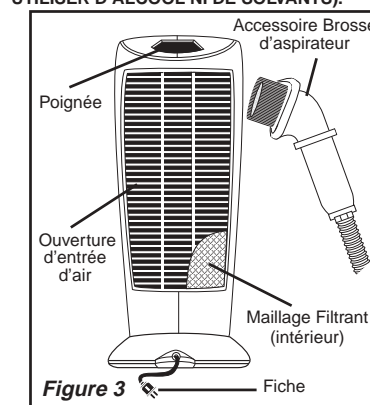

Figure 3
- Utiliser l'accessoire brosse d'un aspirateur sur la grille arrière de l'appareil pour enlever les peluches et la saleté du filtre intérieur. NE PAS ESSAYER DE DÉMONTER L'APPAREIL DE CHAUFFAGE. (Figure 3) Ne pas retirer la protection grillagée et ne pas faire fonctionner l'appareil sans cette protection.